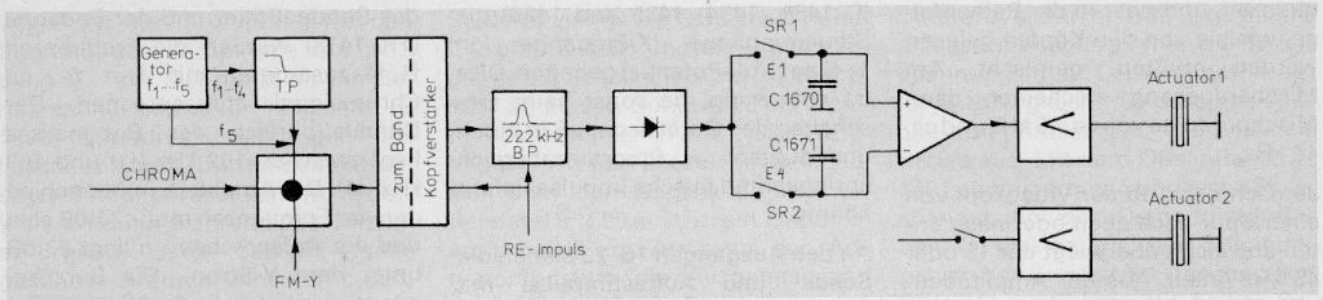

Bild 11 Blockschaltbild „Aufnahme“
a) Aufnahmeregulation (Blockschaltbild Bild 11)